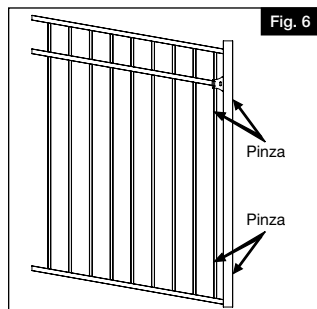

Fig. 6
- c. Using two clamps, clamp the gate and upright together from the back of the first picket to the back of the upright (Fig. 6). This will help in preventing the panel from moving in the following steps.
- c. Con dos pinzas, sujete el portón y el montante juntos desde la parte trasera de la primera pica hasta la parte trasera del montante (Fig. 6). Así evitará que el panel se mueva en los siguientes pasos.